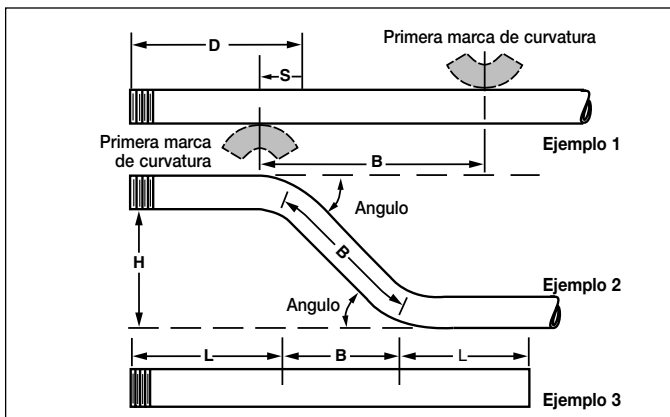

Figura 7
- Determine el ángulo de curvatura offset deseado. Localice y marque la primera curvatura a la distancia (D) menos (S) desde el extremo del tubo, siguiendo las instrucciones de la sección 7.2, "Instrucciones para curvatura por impulsos", Nos. 2 y 3.
- Encuentre la dimensión (B) en la tabla 4 de offset, utilizando el mismo ángulo de curvatura utilizado para localizar la primera marca. **NOTA:** para cualquier offset requerido (H), se listan los tamaños máximos de tubo que se puede curvar a los ángulos indicados.
- Marque la medida de la segunda curvatura (B) en el tubo tal y como se ilustra (Figura 7, Ejemplo 1).